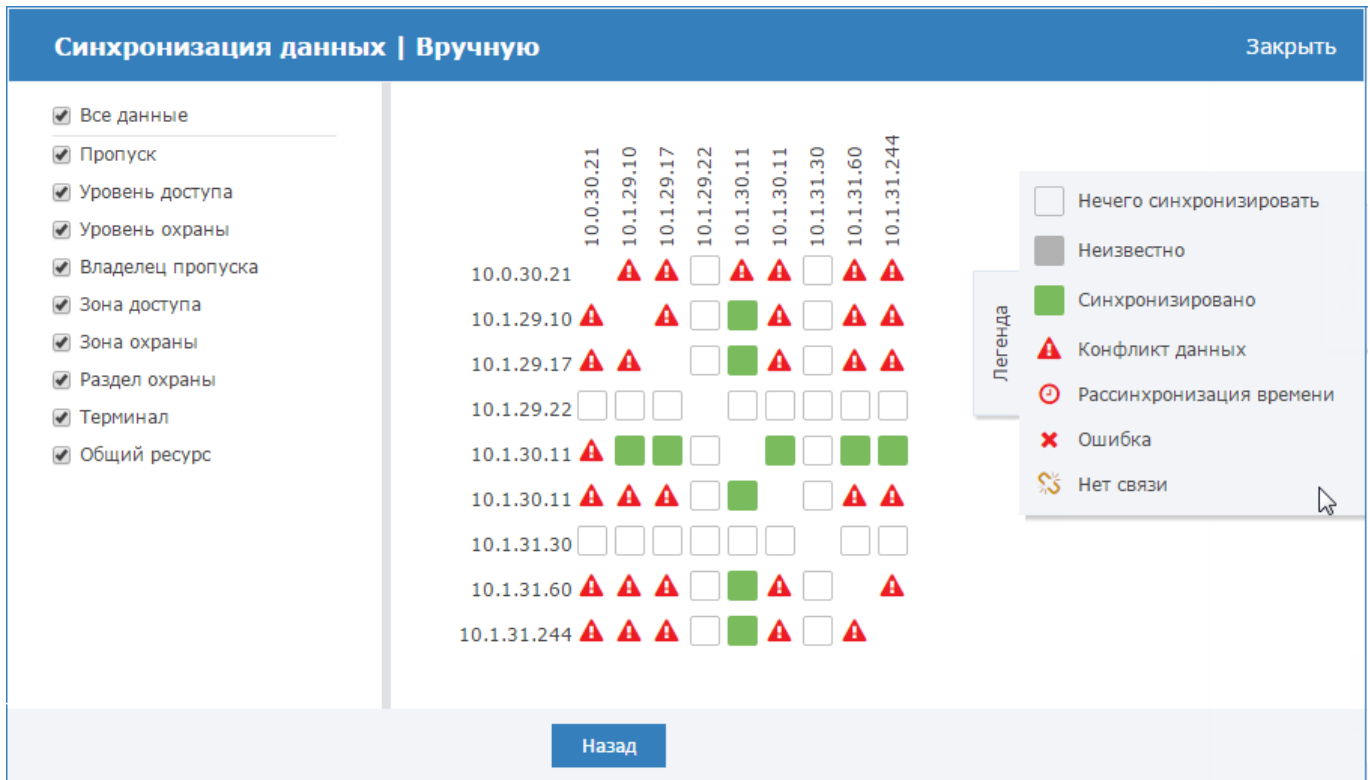

Рисунок 9.81 — Состояние синхронизации данных между узлами
- Чтобы оценить текущий статус данных, в левом столбце выберите тип данных для сравнения. В основной части окна иконками будет показано текущее состояние (рисунок 9.81);.